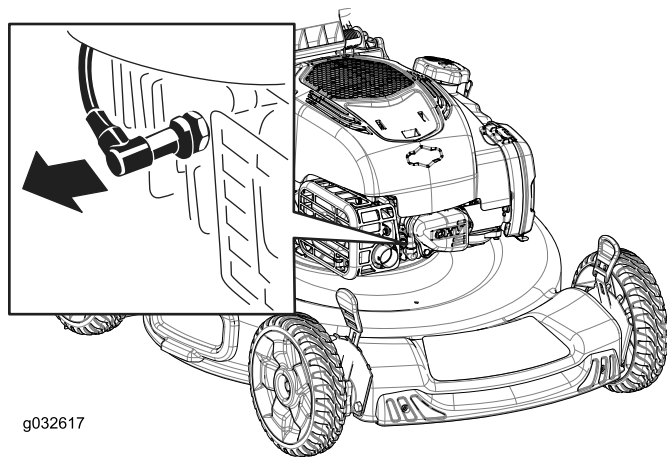

Figura 25
- Scollegate il cappellotto dalla candela (Figura 25).